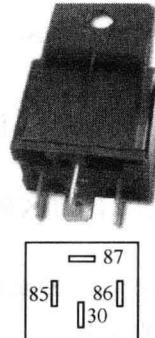

图 1-15 起动继电器检查
(2) 起动继电器的检查 先将电源连接继电器的 85 和 86 端子, 再用万用表测量继电器 30 和 87 端子, 如图 1-15 所示。若显示 0Ω, 说明继电器正常; 若显示 ∞ 时, 说明继电器是坏的。